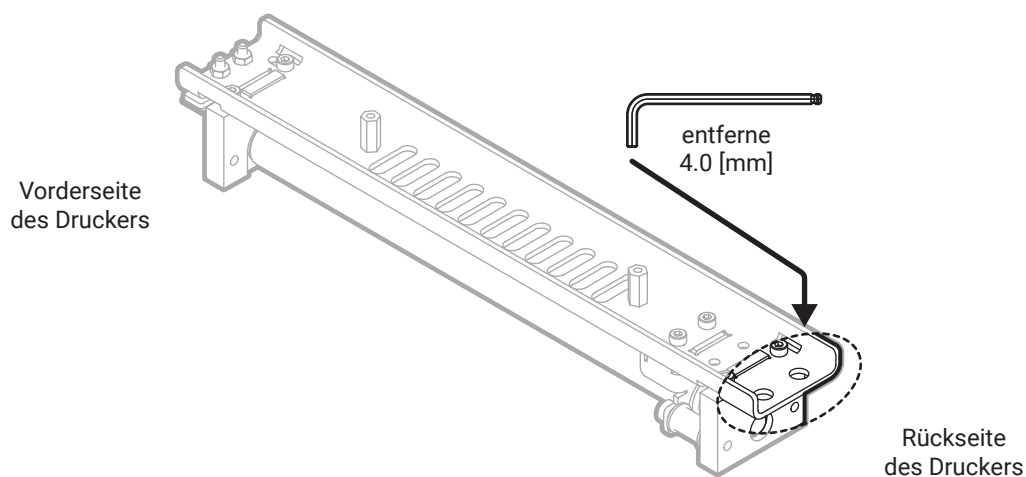

Abb. 5 Entfernen des Recoaters.
12. Indem Du den 2 mm Inbusschlüssel verwendest, entferne beide Schrauben, die den Recoater festhalten (Abb. 5).